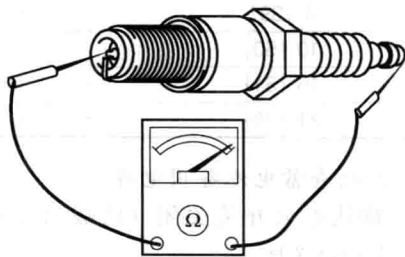

图 2-11 火花塞测试
① 测量火花塞间隙,火花塞间隙标准:1.25~1.45mm。如果不在标准规定范围内,应更换火花塞。
② 如图 2-11 所示,用万用表测量火花塞的电阻,电阻应为 3.0~7.5kΩ。如果不在规定范围内,应更换火花塞。
③ 如果绝缘体破损、电极磨损、衬垫损坏或严重烧毁,应更换火花塞。